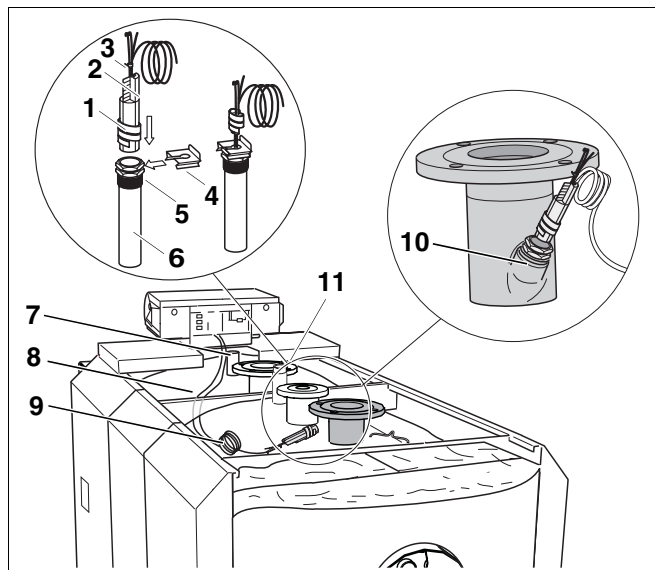

Fig. 38 Montage du kit de sonde de température
- Poser les tubes capillaires et le câble de sonde (fig. 38, **pos. 9**) en direction du point de mesure (fig. 38, **pos. 10**) au niveau du départ chaudière.
- Enrouler les surlongueurs des tubes capillaires et du câble de sonde (fig. 38, **pos. 9**) et les poser sur l'isolation thermique du corps de chaudière (fig. 38, **pos. 8**).
- Faire passer le câble du brûleur par le passage de câble du capot avant de la chaudière (fig. 38, **pos. 7**).
- Insérer le ressort compensateur (fig. 38, **pos. 3**) avec le kit de sonde de température (fig. 38, **pos. 2**) jusqu'à la butée dans le doigt de gant (fig. 38, **pos. 6**).
En introduisant le kit de sonde de température (fig. 38, **pos. 3**) dans le doigt de gant, (fig. 38, **pos. 6**) la spirale en plastique (fig. 38, **pos. 1**) se rétracte automatiquement.
- Glisser l'arrêt de sécurité (fig. 38, **pos. 4**) latéralement sur la partie supérieure du doigt de gant (fig. 38, **pos. 5**).
- Insérer le kit de sonde complet de l'appareil de régulation Logamatic 4212 dans le point de mesure du départ chaudière (fig. 38, **pos. 10**).
- Placer la sonde du ZM 427 sur site sur la conduite de retour vers la chaudière (fig. 38, **pos. 11**).